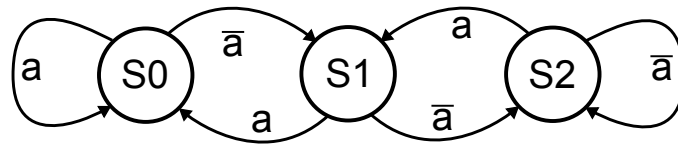

Abbildung 13: Automat
- c) Kann der Automat in Abbildung 13 als Mikroprogramm mit einem Modulo-3 Zähler realisiert werden? Begründen Sie Ihre Antwort.